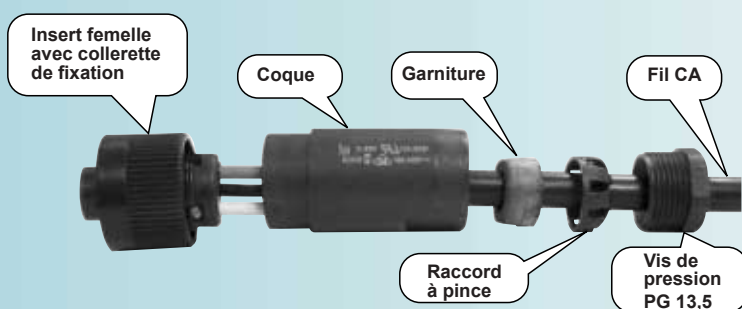
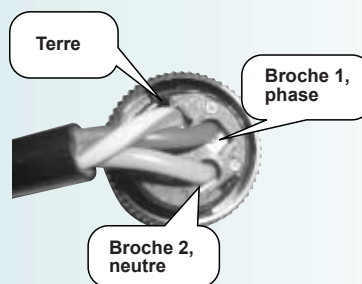

Fig. 9
Fig. 10
- Branchez les câbles comme suit (Fig. 9 et Fig. 10) :